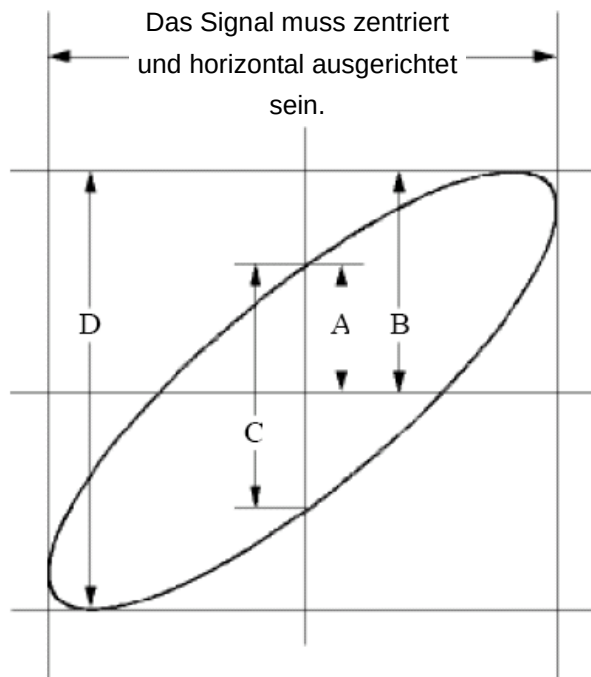

Abb. 84 Lissajous-Figur
8. Beobachten und berechnen Sie die Phasendifferenz mit der elliptischen Oszillogramm-Methode (siehe **Abb. 84**).